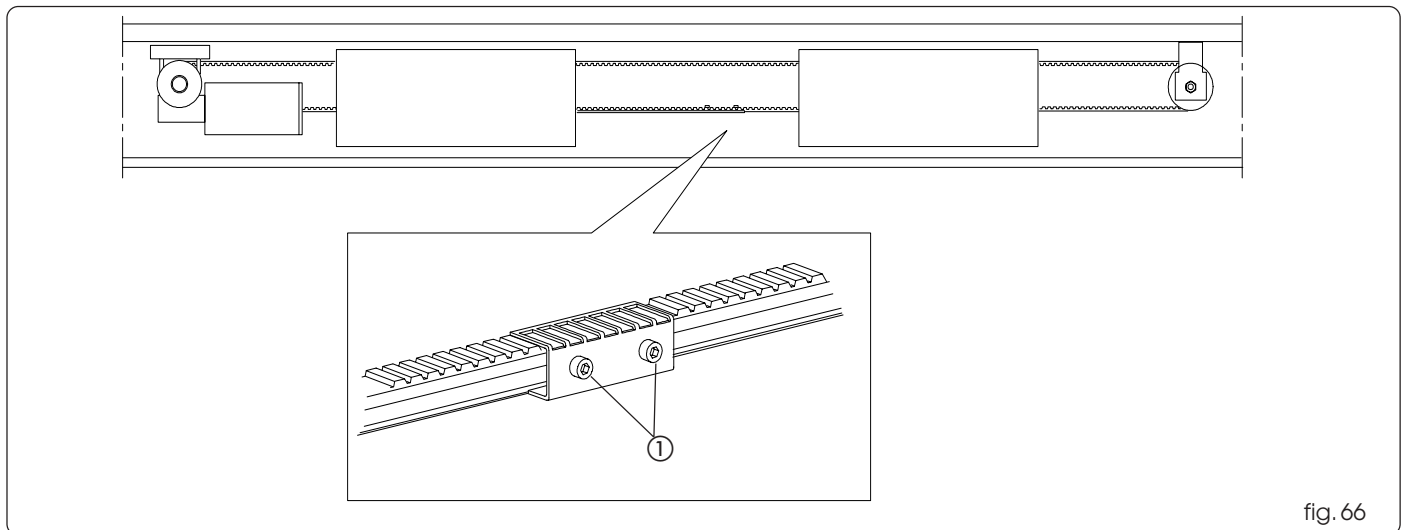

fig. 66
- Afloje los dos tornillos (fig. 66 ref. ①) que vinculan la junta de la correa con la barra de movimiento (en ambos carros en caso de hoja doble).